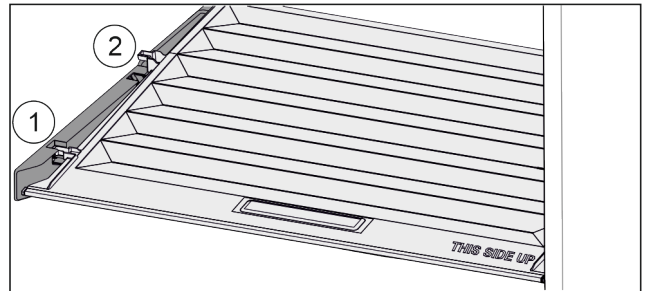

Fig. 107
- Deksel tot de opening in de vasthoudelen naar voren trekken Fig. 107 (1).
- Aan de achterkant vanaf de onderkant omhoog tillen en vanaf de bovenkant verwijderen Fig. 107 (2).